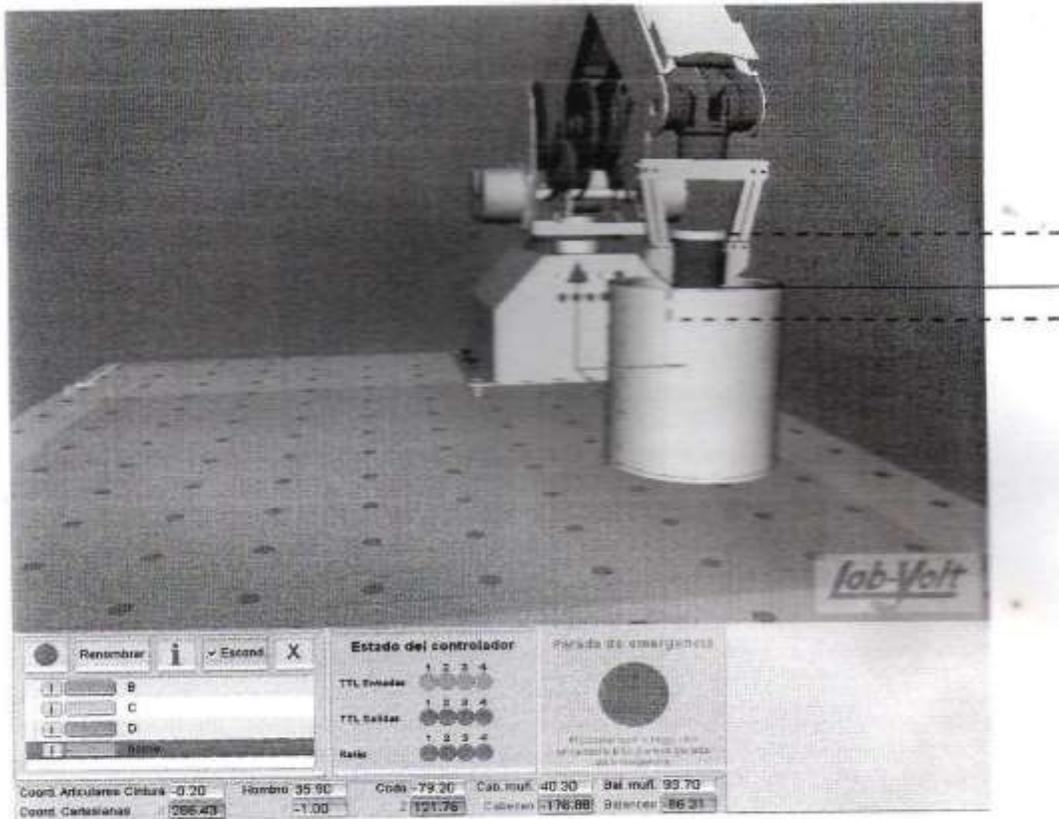

Figura 7-7. La caja de rollo ha sido parcialmente introducida dentro del recipiente metálico.
- a. En la ventana Movimiento, utilice las flechas de las cinco articulaciones del robot para posicionar la caja de rollo dentro del envase metálico (calcular que un cuarto de la caja de rollo quede dentro del envase metálico). Observe la figura 7-7.